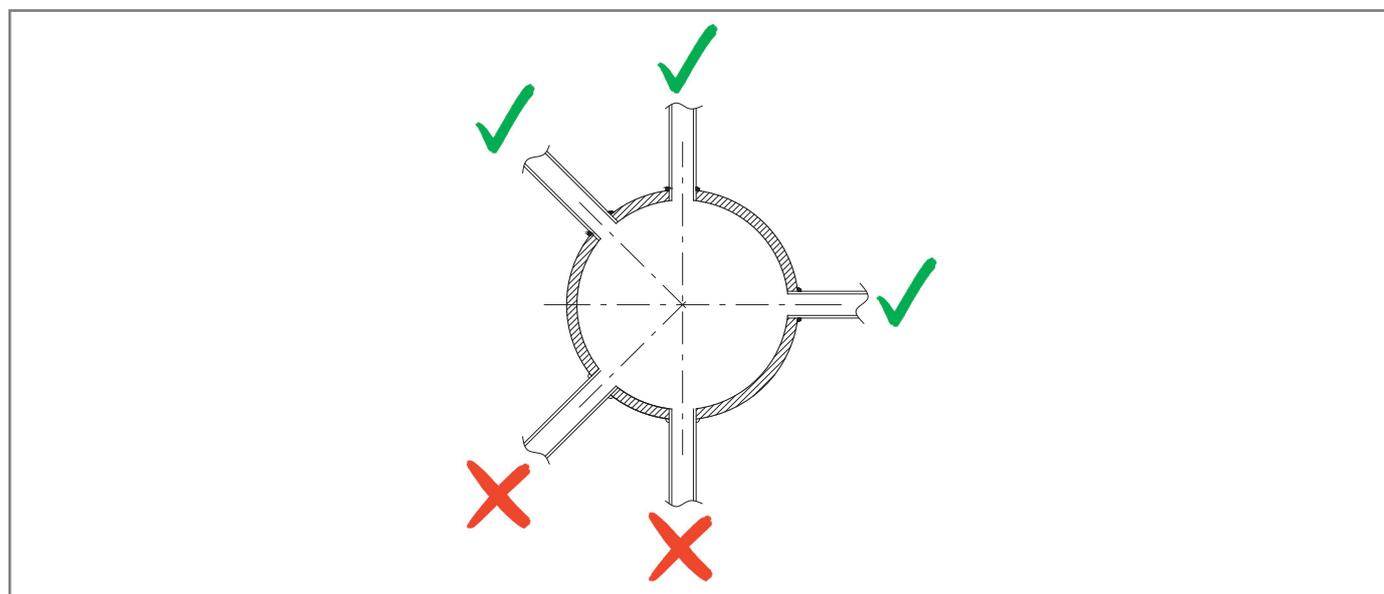

Fig. 6.9. Conexiones soldadas de la conexión neumática
- las conexiones de la conexión neumática estén siempre soldadas en la parte superior o como máximo a 90° con respecto al eje del tubo (consulte Fig. 6.9);